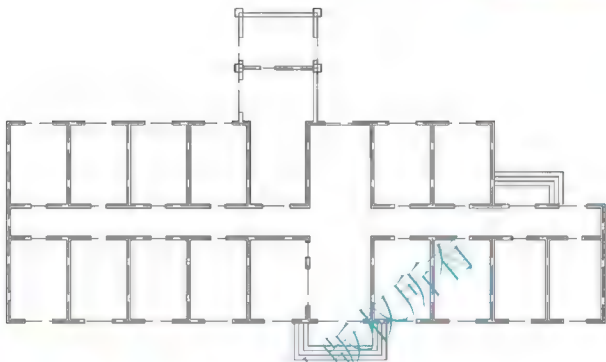

图 6.2 修改后的宿舍楼平面图
- (2) 将图形文件内除【墙】、【室外】和【轴线】外的其他图层冻结。
- (3) 执行菜单栏中的【编辑】|【复制】命令,在选择对象:提示下,输入“ALL”后按 Enter 键,再次按 Enter 键结束命令。
- (4) 执行菜单栏中的【窗口】|【宿舍楼三维模型】命令,将“宿舍楼三维模型”图形文件切换为当前文件,然后执行菜单栏中的【编辑】|【粘贴】命令(组合键 Ctrl+V),在指定插入点:提示下,单击屏幕上任意一点作为图形的插入点。
- (5) 双击滚轮执行【范围缩放】命令。
- (6) 删除散水后将【室外】图层关闭,并把【阳台】图层设为当前层,绘出阳台平面轮廓,结果如图 6.2 所示。
(1) 打开图 6.2 所示的图形文件, 并设定【勒脚】图层为当前层, 关闭【阳台】和【室外】图层。